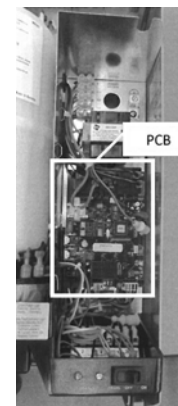

Fig. 6.
4. Localisez la carte de circuit imprimé sur le tableau. (Voir la Fig. 6.)